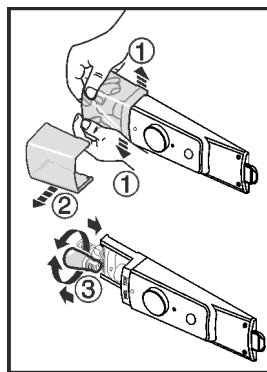

Fig. 10
- ▶ Kryt světla podle obrázku uvnitř v přední části tlačte od sebe Fig. 10 (1) a vytáhněte do strany Fig. 10 (2).
- ▶ Vyměňte žárovku. Fig. 10 (3)